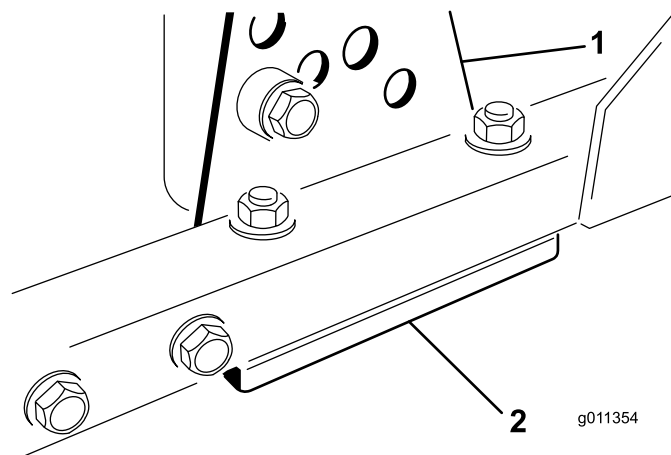

Рисунок 84
1. Снимите кронштейн высоты скашивания (передний, левый или правый) с рамы деки (Рисунок 84).
2. Установите регулировочные прокладки толщиной 1,5 мм и/или 0,7 мм между рамой деки и кронштейном, чтобы получить необходимую регулировку высоты (Рисунок 84).